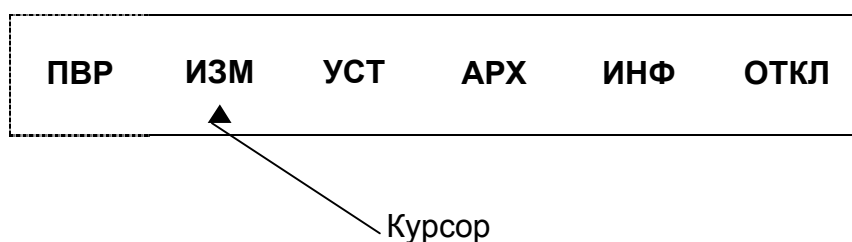

Рис. 1. Основное меню.
1.1.3. В режиме РАБОТА при перерыве в работе с клавиатурой более 60 с индикация на дисплее ЖКИ выключается. Для включения индикации достаточно нажать любую кнопку на клавиатуре. При этом на дисплее индицируется основное меню (рис. 1):